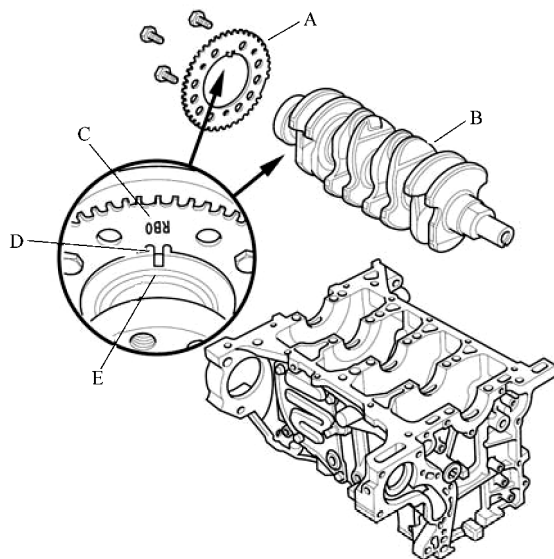

图 8-23 安装曲轴位置脉冲片
- 3) 如图 8-23 所示，将曲轴位置（CKP）脉冲片 A 安装在曲轴 B 上，将标记侧 C 背对曲轴放置，并将 CKP 脉冲片上的凸舌 D 与曲轴上的环槽 E 对齐。